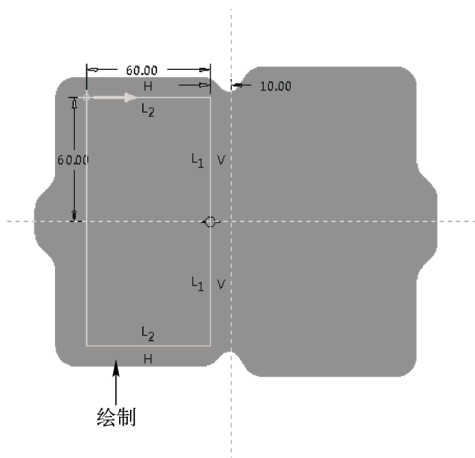

图 16-11 绘制草绘截面二
STEP 10 弹出“草绘”对话框，选择模型的表面作为草绘平面，接受默认的草绘视图方向和参考，单击“草绘”按钮，进入草绘环境，单击“草绘”选项卡中的相应按钮，绘制草绘截面，如图 16-11 所示。